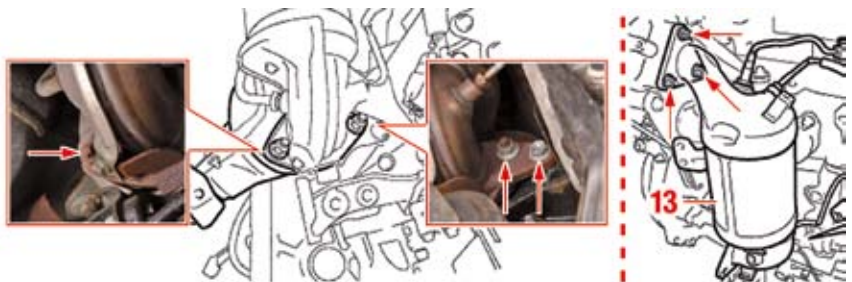

Fig. 41
- Déposer le catalyseur (13) (Fig. 41).